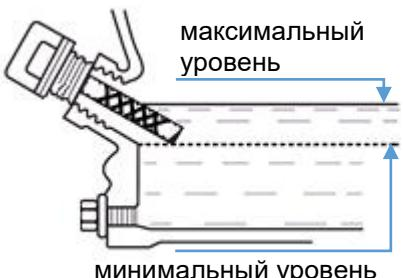

Рис. 10
4. При недостаточном уровне масла долейте используемое в данном двигателе масло до нижнего края патрубка. (см. рис. 10)